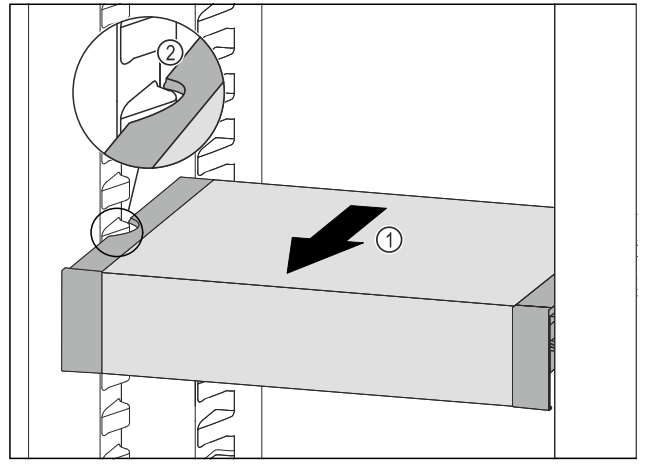

Fig. 132
- ▶ Потягнути VarioSafe вперед Fig. 132 (1), поки бокові заглиблення VarioSafe не опиняться на рівні ребра для ємності в охолоджувальному відділенні. Fig. 132 (2)